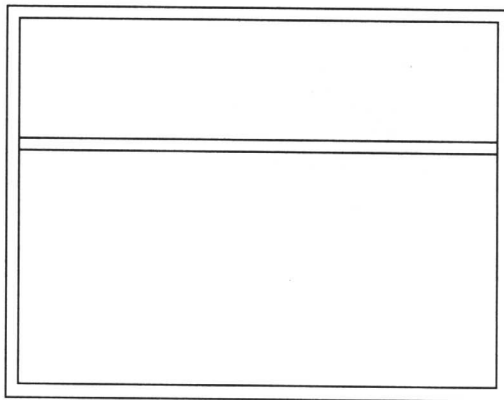

图 1-6
(6) 重复【多线】命令，配合【捕捉自】辅助功能，绘制横撑，如图 1-6 所示。